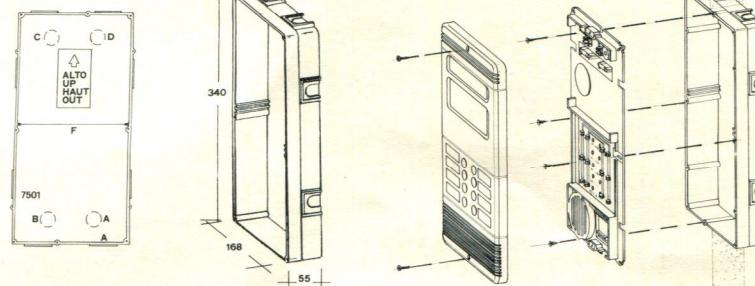

Fig. 9
**Versione da incasso** di una singola scatola art. 7501 (Vedi fig. 9 e foglio illustrativo a corredo della scatola).
**Flush mounting** of one box art. 7501 (See fig. 9 and the descriptive leaflet supplied with the box).
**Version à enca斯特rement** à une seule boîte d'enca斯特rement art. 7501 (voir fig. 9 et feuille explicative jointe à la boîte).